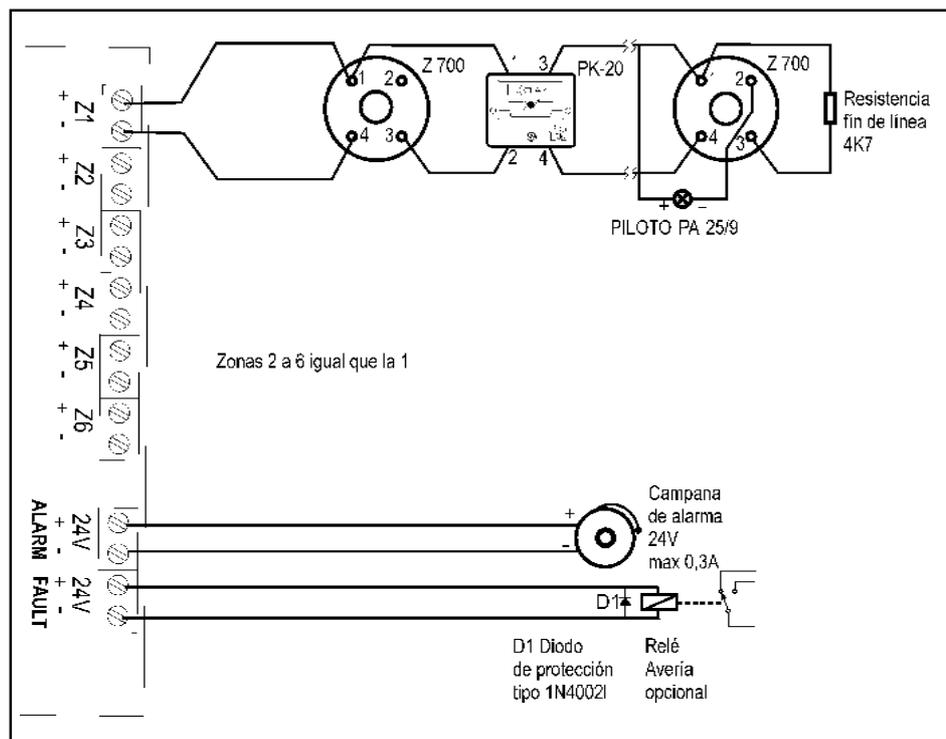

Figura 6. Esquema de conexión de las zonas, salida de alarma y salida de avería.
**IMPORTANTE:** La salida de una zona puede soportar un máximo de 20 detectores y 32 pulsadores. Las líneas de zona tendrán un principio y un final. En el final justo en el último detector o pulsador se debe colocar una resistencia de 4K7 Ohm. No es posible hacer derivaciones ni tampoco colocar la resistencia final de línea en la salida de zona de la central. En caso de no utilizar alguna zona es preciso colocar la resistencia final de línea de 4K7 en los bornes de la zona que no se utilice. Ver figura 6.
Cuando los detectores se instalan en recintos cerrados es necesario utilizar pilotos indicadores de acción para informar en el exterior que el detector está en condición de alarma. El piloto de acción a utilizar es el PA-25/9. Éste se conectará entre el detector (-) y la línea de detección (+). Ver figura 6 y 9.
La salida de alarma se activa cuando se produce cualquier alarma de zona suministrando en la salida de alarma 24V. En caso de utilizar campanas de alarma motorizadas es preciso montar un diodo en paralelo para evitar el efecto de la corriente inversa. Ver figura 6.
La salida de avería tiene 24V (100mA) en sus bornes en estado de reposo, desapareciendo éstos cuando se produce una avería en cualquier zona. Si se precisa enviar la señal es preciso montar un relé tal como indica la figura 6.
Verificar que la tensión de red es de 220V mediante el uso de un voltímetro, que las baterías están conectadas en serie y dan 24V, que las líneas de detección están conectadas respetando la polaridad y tienen las resistencias finales de línea de 4K7. Si existen pulsadores, éstos llevarán la resistencia de 100 Ohm 2W en serie, la conexión del dispositivo de alarma y su polaridad. Ver figura 6.